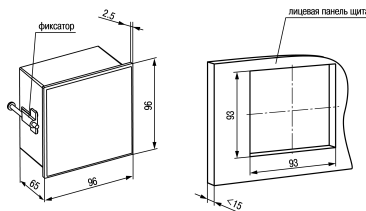

Рисунок 4.2 – Габаритные размеры корпуса Ц1
1. Подготовить на щите управления монтажный вырез для установки прибора (см. рисунок 4.2).